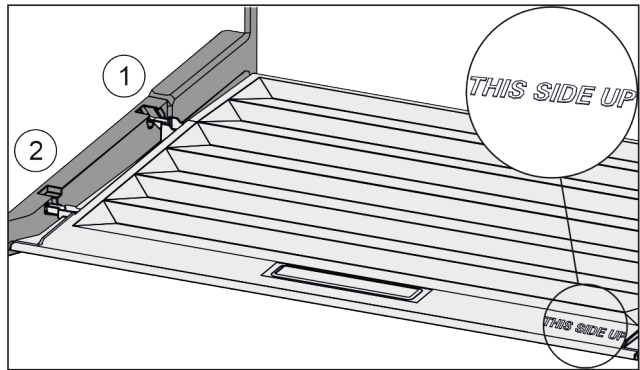

Fig. 151
- ▶ Вставити поперечні ребра через отвір заднього тримача Fig. 151 (1) і зафіксувати спереду у тримачі Fig. 151 (2).